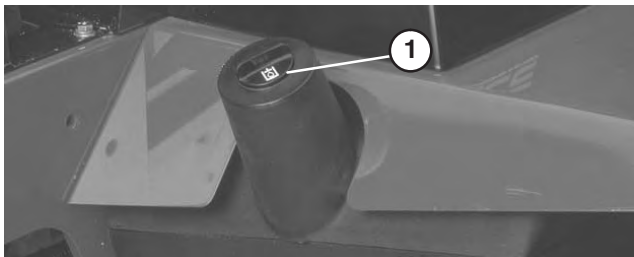

Bild 18
2. Reinigen Sie den Bereich um den Einfüllstutzen und den Deckel des Hydrauliktanks. Nehmen Sie den Deckel vom Einfüllstutzen ab (Bild 18).